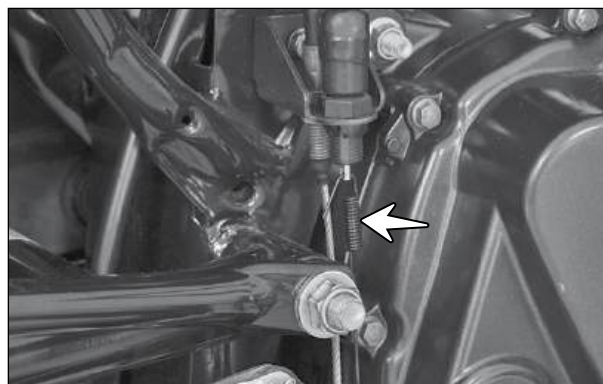

Fig. 6.104
- Remova a mola de retorno (seta) do interruptor da luz de freio. (Fig. 6.104)